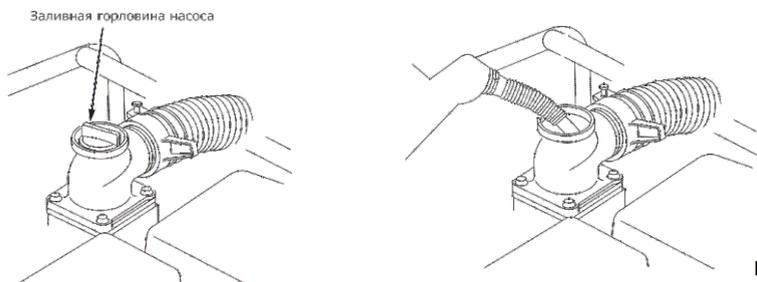

Рис.8
- заполните насос водой до края горловины (рис.8).